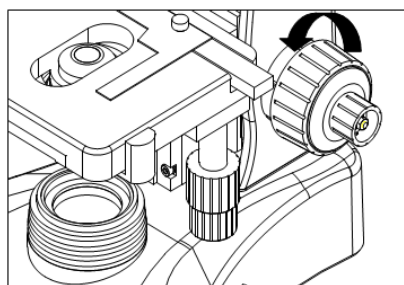

Fig.5
**2.2.3 Instalación de los objetivos (Fig.5 & 6)**